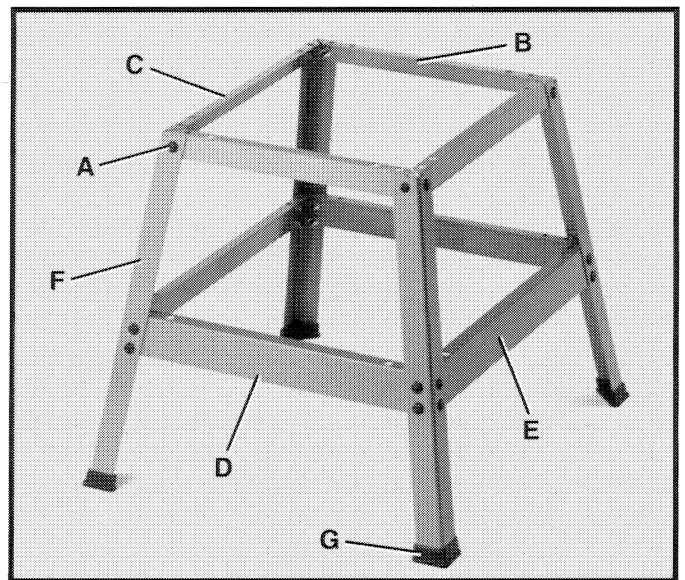

Fig. 8
Ensamble el estante de la manera ilustrada en la Fig. 8, utilizando los 24 pernos de carrocería de 5/8 pulg. de largo (A), arandelas planas con diám. int. de 5/16 pulg. y tuercas hexagonales de 5/16-18. Para facilitar la identificación de los soportes superiores e inferiores delanteros, laterales y posteriores, refiérase a lo siguiente y a la Fig. 8:
- (B) Dos soportes superiores delantero y posterior - 17 pulg. de largo
- (C) Dos soportes superiores laterales - 20-1/4 pulg. de largo
- (D) Dos soportes inferiores delantero y posterior - 21-1/4 pulg. de largo
- (E) Dos soportes inferiores laterales - 24 pulg. de largo
**IMPORTANTE:** Las cuatro patas (F) Fig. 8 deben posicionarse fuera de los soportes según lo ilustrado. No afiance la herramienta de montaje por completo en este momento.
Ensamble los cuatro pies de goma (G) Fig. 8 al fondo de cada pata (F) según lo ilustrado aquí. **AVISO:** Cada pie de goma (G) se suministra con un agujero para el montaje del estante al suelo si hace falta.